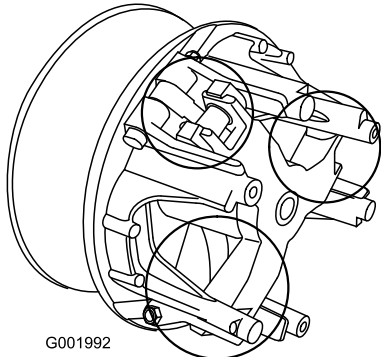

Figura 56
- Lubrificare le parti in movimento nelle zone contrassegnate da un cerchio nella Figura 56 utilizzando l'aerosol lubrificante a secco Toro, reperibile dal rivenditore o distributore Toro autorizzato di zona.